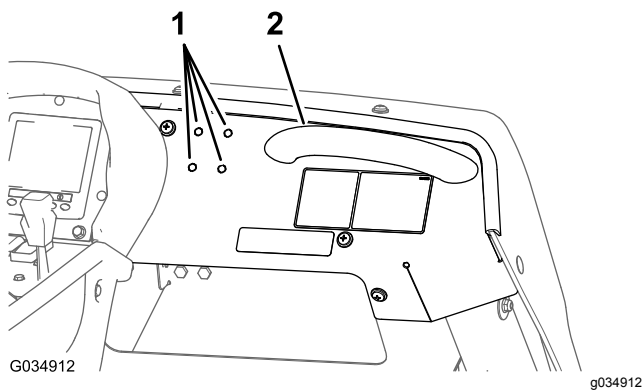

Figura 129
- Localice las 4 tapas de los orificios perforados (1/4") en el panel del salpicadero que se encuentran a la izquierda del agarradero (Figura 129).
- Retire las 4 tapas de los orificios perforados del panel del salpicadero (Figura 129).